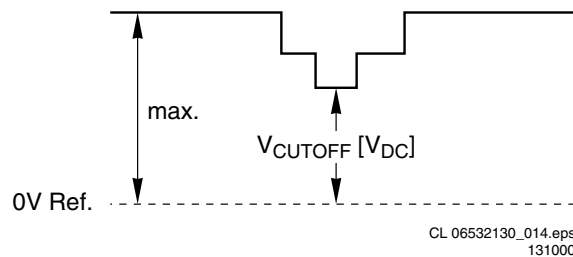

Abbildung 8-2
6. Den Sperrpunktimpuls während der ersten vollen Zeile nach der Dunkelastung messen (siehe Abb. 8-2). Es sind zwei Impulse sichtbar: der Sperrpunktimpuls und der Weißabgleichsimpuls. Der Impuls mit dem niedrigsten Wert ist der Sperrpunktimpuls. Er muss ausgewählt werden.